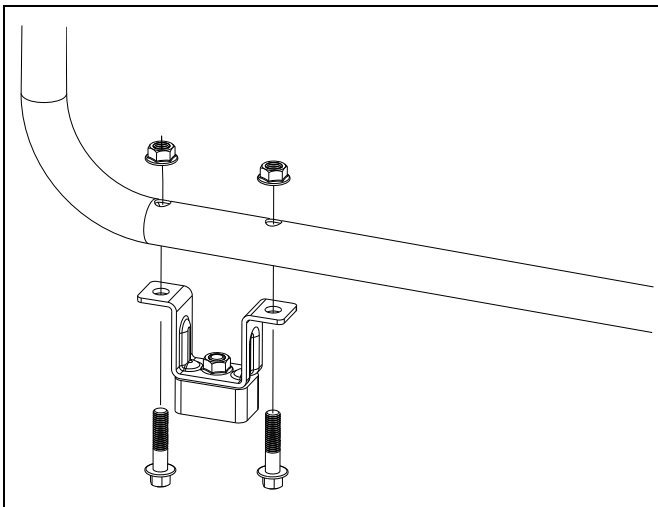

Figure 4-1. Fondations antivibratiles
1. Fixation des fondations antivibratiles (pieds) (Figure 4-1).